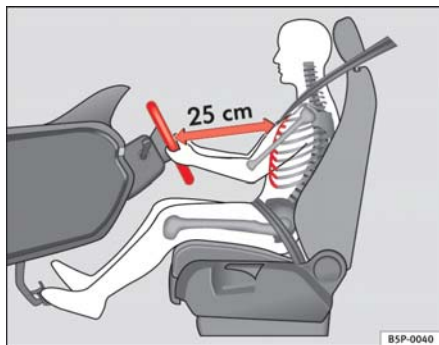

Fig. 1 Distancia correcta entre el conductor y el volante
- Ajuste el volante de modo que quede una distancia mínima de 25 cm entre el volante y el tórax ⇒ fig. 1.
- Coloque el asiento del conductor de forma que quede una distancia mínima de 25 cm entre el tórax y el centro del volante ⇒ **página 10, fig. 1**. Si la distancia es inferior a los 25 cm, el sistema de airbags no puede protegerle correctamente.